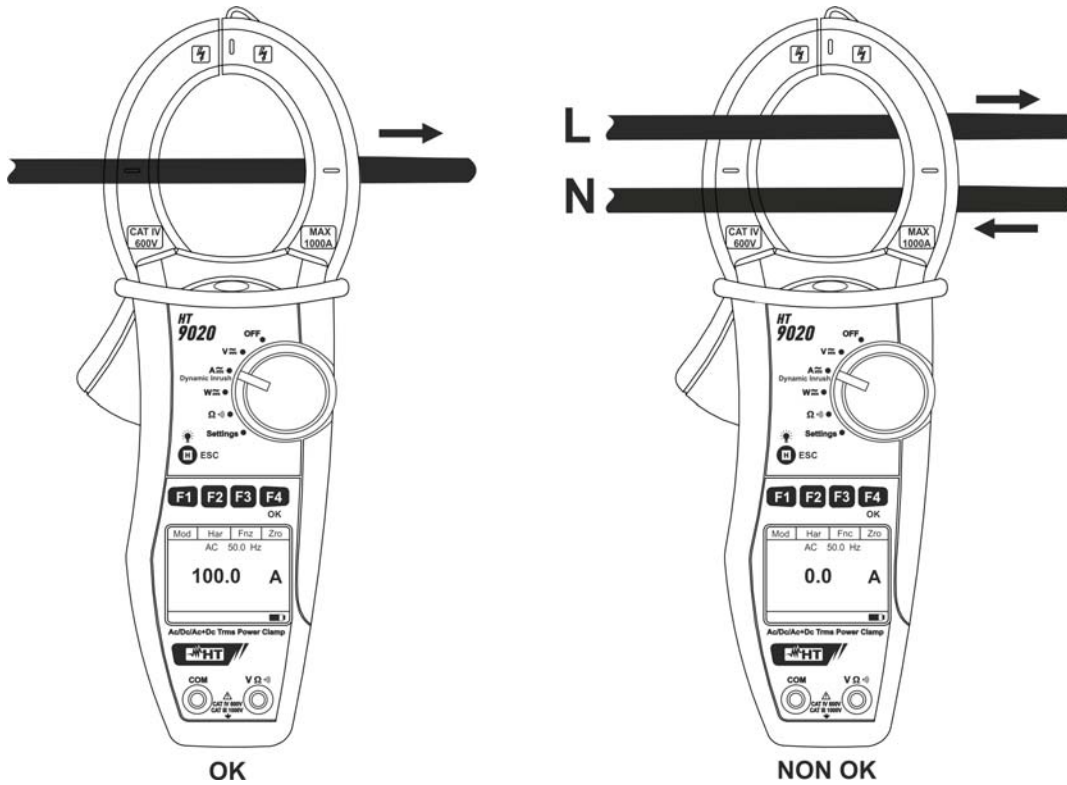

Fig. 10: Medida de corriente CA/CA+CC
5. Inserte el cable en el interior del toroidal en el centro del mismo a fin de obtener medidas precisas (vea Fig. 10 – parte izquierda). Utilice las marcas presentes como referencia (vea Fig. 2)